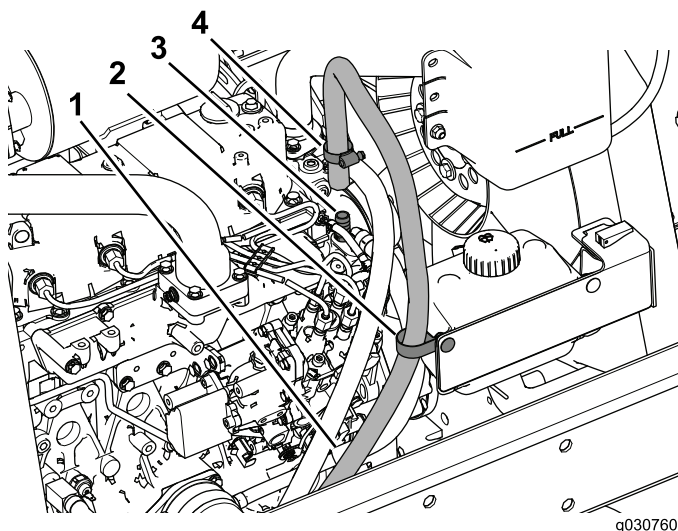

Figura 38
6. Coloque la abrazadera sobre la manguera de retorno y luego coloque la manguera sobre el acoplamiento dentado (3/8" NPT x 0,625), según se muestra en Figura 38.